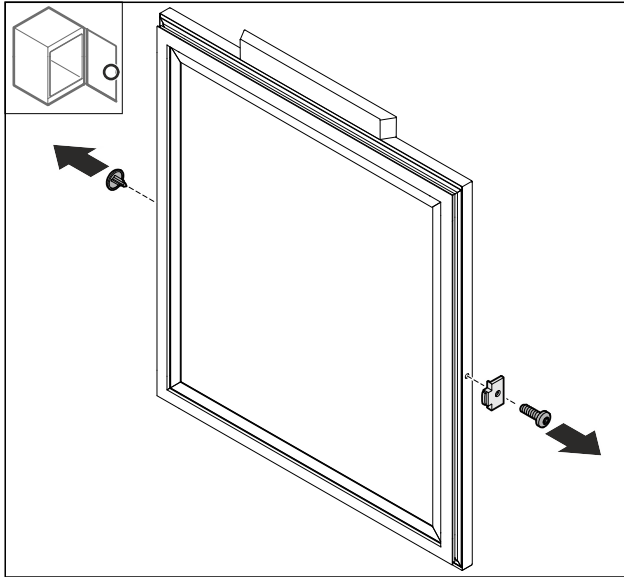

Fig. 48
- Fjern dekkelet Fig. 48 (1).
- Demonter dørstopperen Fig. 48 (2).